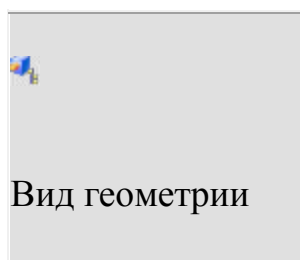

Рисунок 1 Вид геометрии
7. Нажмите «Вид геометрии» (рисунок 1).